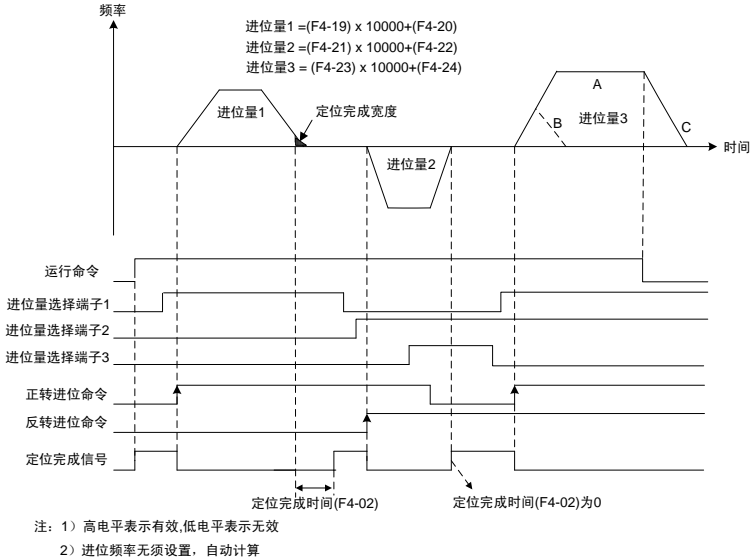

图 6-58
简易进位控制过程如图 6-58 所示：
- 当进位置指令值较小时，不能达到设定频率，加速到一定频率后直接减速停机，如图 6-58 曲线 B 所示。
- 简易进位过程中如有停机命令，则退出进位控制，按设定减速时间停机，如图 6-58 曲线 C 所示。